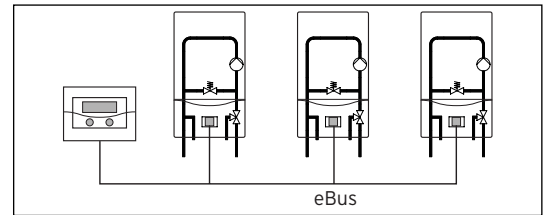

Rys. 3.1 Zatrzaśnięcie płytki obwodów elektronicznych
- Wsunąć płytkę (1) pod uchwyty mocujące (2), tak jak pokazano na rysunku 3.1.
- Ostrożnie wciskać płytę prowadzoną między kołkami centrującymi aż do zatrzaśnięcia w zaciskach (**3**), patrz rys. 3.1.